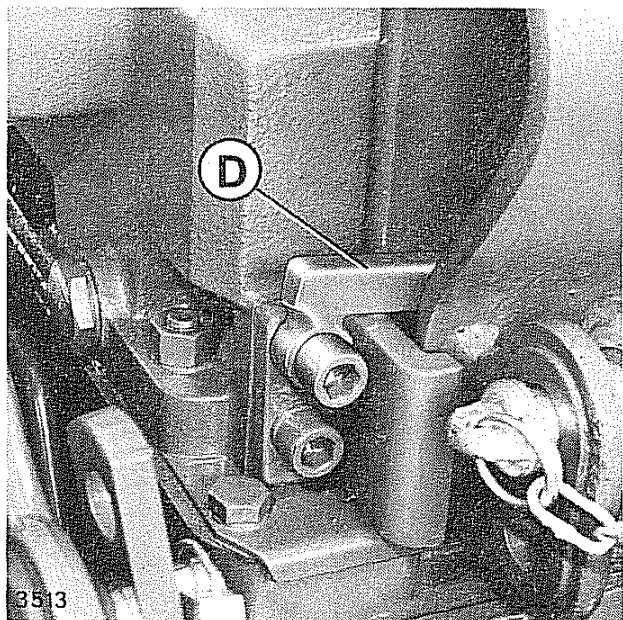

Fig. 14 - Cuneo di bloccaggio inserito.
Portare la leva **C** (fig. 13) nella estrema posizione in alto, inserire nella molla a balestra il cuneo di bloccaggio **D** (fig. 14), in tale modo si disinserisce la sensibilità di oscillazione del 3° punto. I bracci alzano e abbassano l'attrezzo, alzando o abbassando la leva di comando **B**.
L'impiego flottante svincola completamente i bracci del sollevatore permettendone il libero movimento pertanto detto impiego deve essere adottato nelle operazioni di rincalzatura, fresatura e per tutti gli attrezzi che devono lavorare seguendo il profilo del terreno. Per porre il sollevatore in posizione flottante occorre spingere le leve **B** e **C** (fig. 13) nella posizione tutta abbassata e inserire nella molla a balestra il cuneo di bloccaggio **D** (fig. 14). Per sollevare ed abbassare l'attrezzo ad ogni passata usare esclusivamente la leva **C**.
**Avvertenza** - La marcia di trasferimento deve sempre avvenire con gli attrezzi regolarmente collegati ai tre punti del dispositivo di attacco, la leva **C** (fig. 13) deve essere nella estrema posizione in basso, la leva **B** nella estrema posizione in alto e il cuneo di bloccaggio **D** (fig. 14) inserito nella molla a balestra in modo da escludere l'intervento del dispositivo per il funzionamento dello sforzo controllato che provocherebbe dannosi sobbalzi dell'attrezzo portato.